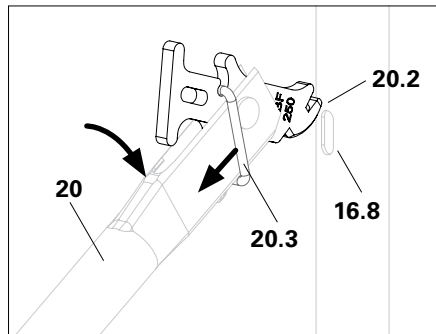

Abb. A5.05
2. Längsdiagonale EBF (20) auf der anderen Seite bis zum Langloch anheben.
3. Sicherungsring nach oben schieben, Diagonalenkopf (20.2) drehen und in das Langloch (16.8) des Easyrahmens EVF einführen. (Abb. A5.05)